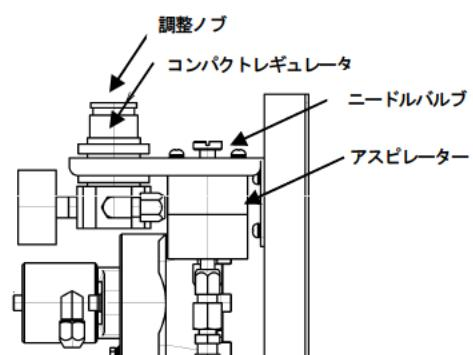
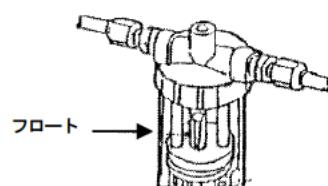

図1：本器側面
図2：フローモニタ付MCフィルタ
(図1)
- (3) ニードルバルブを時計方向に停止するまで回した後、反時計方向に2回転戻して下さい。（図1）
- (4) 圧縮空気の供給側を開いて下さい。
- (5) フローモニタ付MCフィルタのフロートが上部ストッパーに当たり静止するまでコンパクトレギュレータの調整ノブをゆっくりHIGH側（時計方向）に回し、ロックリングを奥側に移動させ調整ノブを固定して下さい。
- (6) フローモニタ付MCフィルタのフロートが上部ストッパーに当たり1～2mm上下運動するまで、ニードルバルブを時計方向にゆっくり回して下さい。（図2）